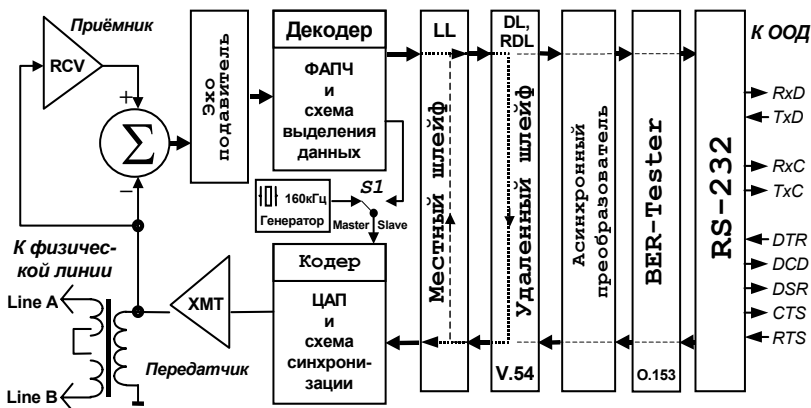

Рис. 2 Структурная схема модема
Принцип работы модема основан на кодировании сигналов интерфейса RS-232 в биимпульсный (*biphase*) сигнал, см. Приложение 1, передаваемый в двухпроводную физическую линию через трансформатор, и обратном преобразовании сигнала (декодировании), т.е. выделении импульсов синхронизации из принимаемых данных и декодировании данных. Структурная схема модема приведена на Рис. 2.
**S1** Микропереключателем *S1* устанавливается источник синхронизации передатчика модема: **Master** ( $S1=On$ ) или **Slave** ( $S1=Off$ ), см.Рис. 2 на стр.10. Для правильной работы канала связи необходимо на одном модеме установить синхронизацию **Master**, а на другом – **Slave**, см.Рис. 1 на стр.5.